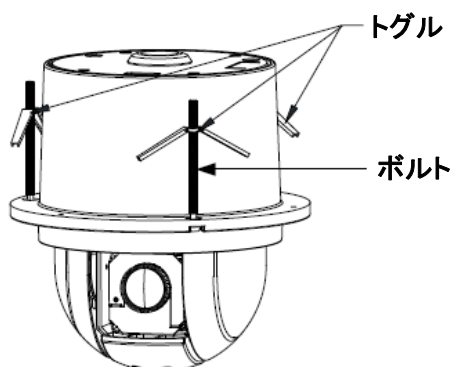

図 2-15 トグルボルトの取り付け
- 4) 図 2-15 に示すように、トグルを再インストールします。